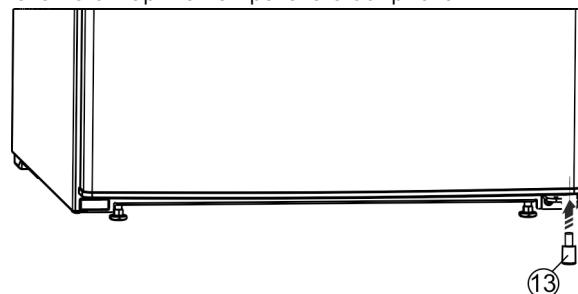

Fig. 24 \*
- ▶ Поставете отново дистанционния елемент Fig. 24 (13) долу вдясно във вратата, защото това е важно за стабилността на уреда.\*